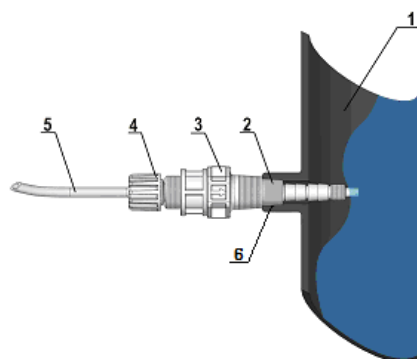

Fig. 7 - Montaggio Raccordo
Sia sul tubo di mandata che su quello di aspirazione evitare curve eccessive al fine di evitare strozzature sul tubo stesso. Applicare sulla condotta dell'impianto da trattare, nel punto più idoneo per effettuare l'iniezione del prodotto da dosare, un raccordo da 3/8" o 1/2" gas femmina. Tale raccordo è escluso dalla fornitura. Avvitare la valvola di iniezione nel "raccordo guarnizione" utilizzando del nastro in PTFE, vedi Fig. 7. Connettere il tubetto (5) all'attacco conico della valvola d'iniezione (3) e bloccarlo con l'apposita ghiera (4). La valvola di iniezione (3) è anche valvola di non ritorno.